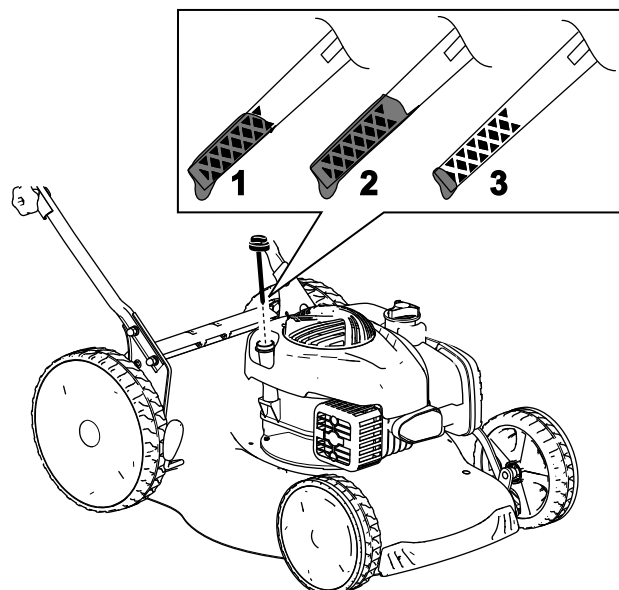

Figura 7
2. Retire la varilla girando el tapón en el sentido contrario a las agujas del reloj y tirando del mismo (Figura 7).
7. Observe en la varilla el nivel de aceite (Figura 7).